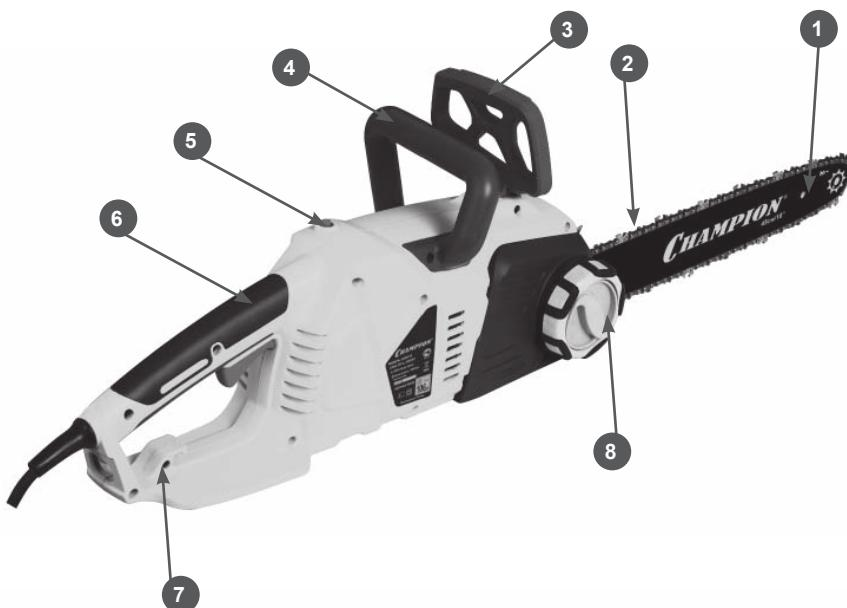
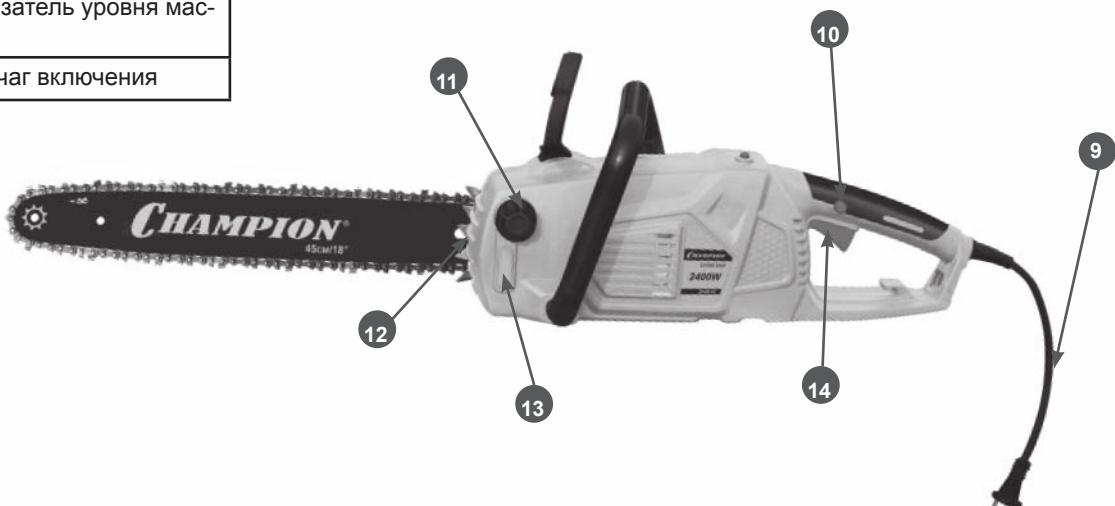

Рис.1
Рис.2
Номера перед описаниями соответствуют номерам на Рис.1 и Рис.2 — это поможет Вам найти то или иное предохранительное устройство.
Для заправки бака маслом открутите крышку бака(13) Рис.2 и залейте необходимое количество масла, затем плотно закрутите крышку бака. Уровень масла в баке контролируйте по указателю уровня(12) Рис.2.
Устройство защиты выключает электродвигатель при механической перегрузке (увеличенное давление резания, защемление пильной шины в резе), либо при сбоях в системе электропитания. В случае срабатывания кнопки теплового предохранителя (поз.9 рис.2) следует освободить пилу из реза, проверить техническое состояние пильной гарнитуры (исправность направляющей шины, заточку цепи). Проверить состояние питающих кабелей и величину подаваемого напряжения.
Направляющая шина (1) рис.1 работает в тяжелых условиях и подвержена сильному износу. Для того, чтобы избежать одностороннего износа необходимо периодически переворачивать шину, например, после каждой заточки цепи.